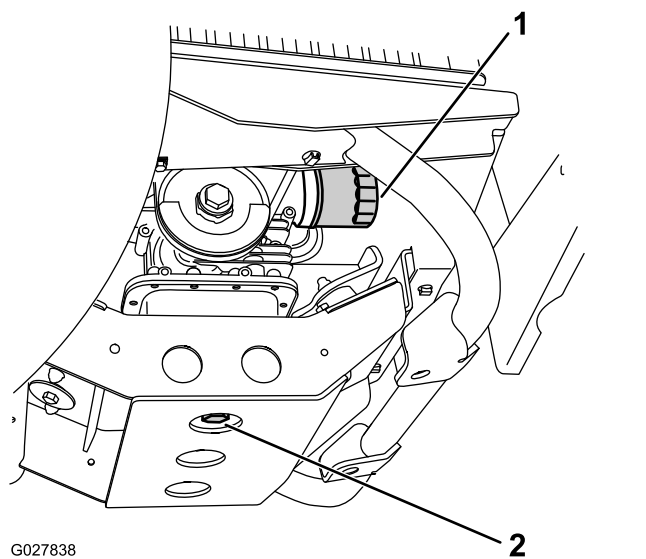

Figure 37
5. Placez un bac de vidange de 1,6 litre sous le bouchon de vidange (Figure 37).
6. Enlevez le bouchon de vidange (Figure 37).
7. Remettez le bouchon de vidange et le joint (Figure 37), et serrez le bouchon à un couple de 45 à 53 N·m.
2. Déposez le filtre à huile (Figure 37).
4. Vissez le filtre neuf sur l'adaptateur jusqu'à ce que le joint touche la plaque de montage, puis serrez-le encore de 1/2 à 3/4 de tour (Figure 37).